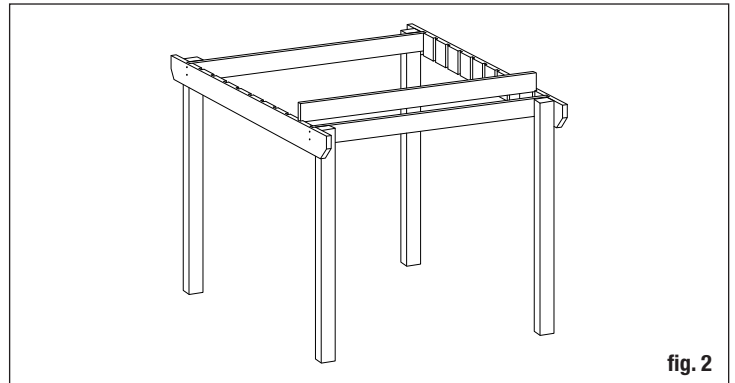

fig. 2
**Step 3:** Using a ladder, slide main rafters into pergola headers (fig. 2).
**Paso 3:** Usando una escalera de mano, deslice las vigas principales dentro de los cabezales de la pérgola (fig. 2).